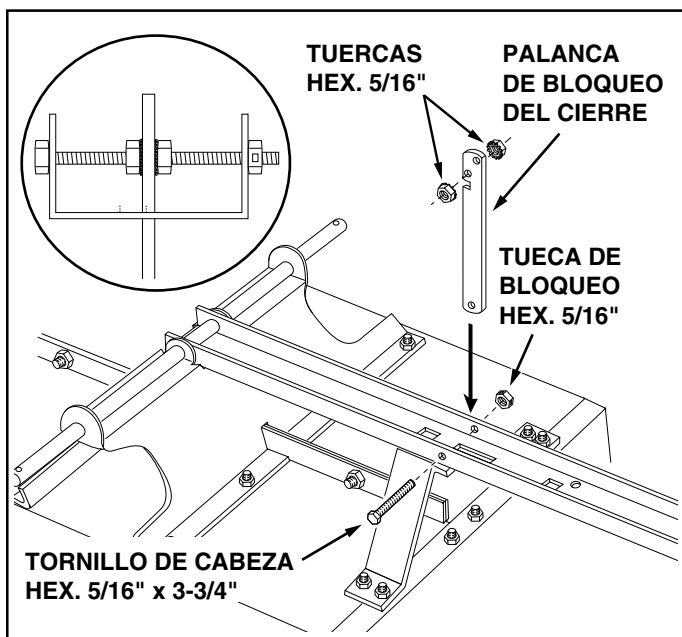

FIGURA 10
- Pase la palanca de bloqueo del cierre a través de la ranura de la lengüeta de enganche, tal y como se muestra en la figura 10. Pase el tornillo con cabeza hexagonales de 5/16" x 3-3/4" a través de la lengüeta, de la palanca y de dos tuercas hex. 5/16" (una a cada lado de la palanca). Coloque la tuerca de bloqueo hex. 5/16" en el extremo del tornillo y apriete, de modo que el tornillo todavía pueda girar libremente. Apriete las dos tuercas hex. 5/16" contra los lados de la palanca de bloqueo del cierre, de modo que la palanca quede centrada en la ranura. Vea la figura 10.